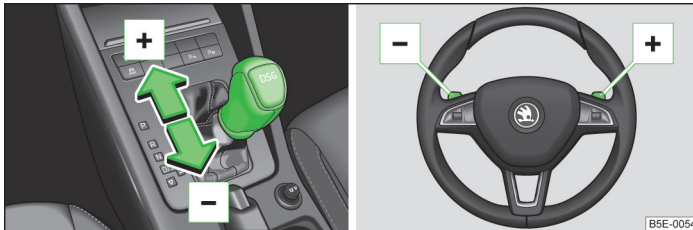

Abb. 124 Wählhebel und Multifunktionslenkrad
- Den Wählhebel nach vorn » **Abb. 124** tippen.
- Die rechte Schaltwippe » **Abb. 124** kurz zum Lenkrad ziehen.
- Den Wählhebel nach hinten » **Abb. 124** tippen.
- Die linke Schaltwippe » **Abb. 124** kurz zum Lenkrad ziehen.